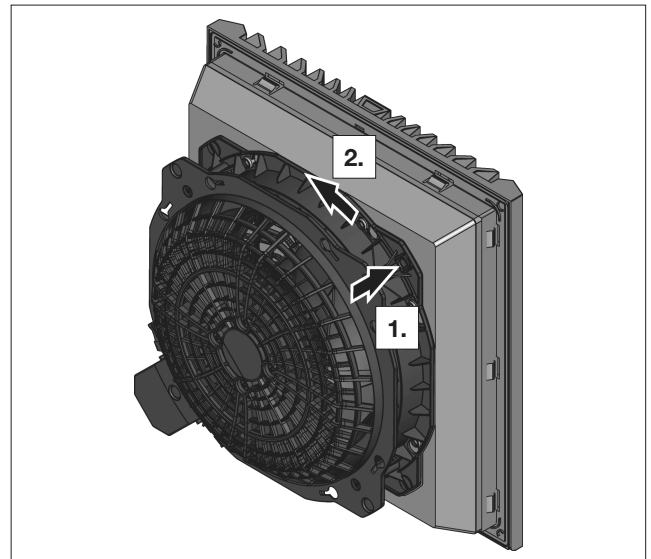

Abb. 10: Entriegelung Bajonett-Verschluss
- Drücken Sie auf der Rückseite des Lüfters den Entriegelungsknopf des Bajonett-Verschlusses (siehe Abb. 10).